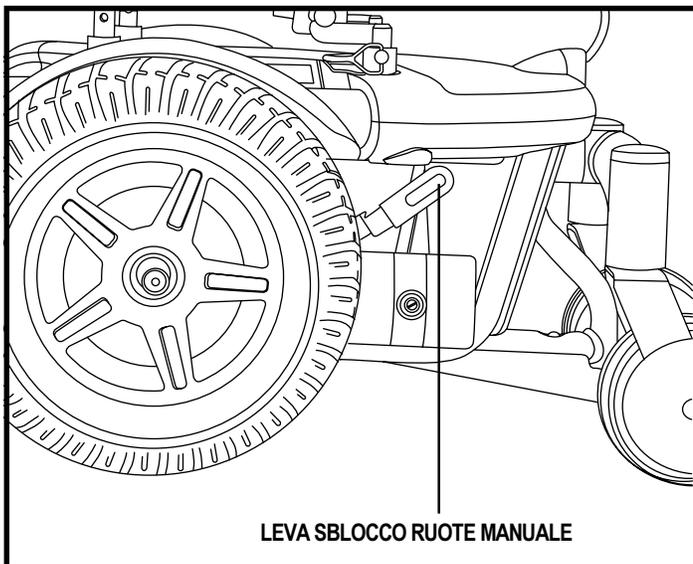

Figura 8. Modalità di guida (Trazione attivata)
2. Tirare le due leve verso l'alto per attivare i motori di trazione. Vedere figura 8.